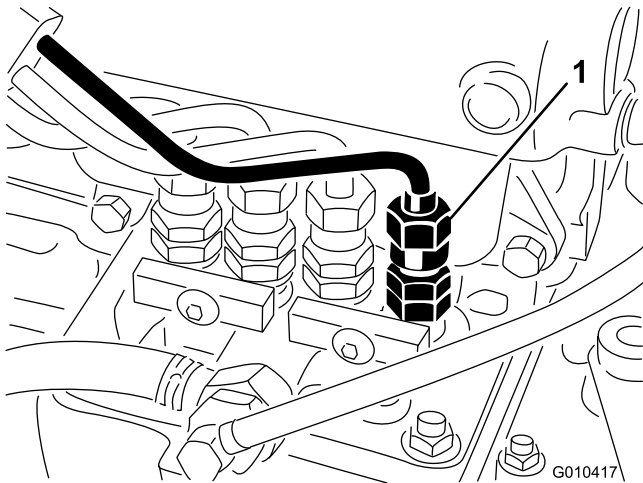

Figura 35
1. Afloje la conexión entre el tubo y el conjunto de la boquilla y soporte del inyector N° 1 en la bomba de inyección (Figura 35).